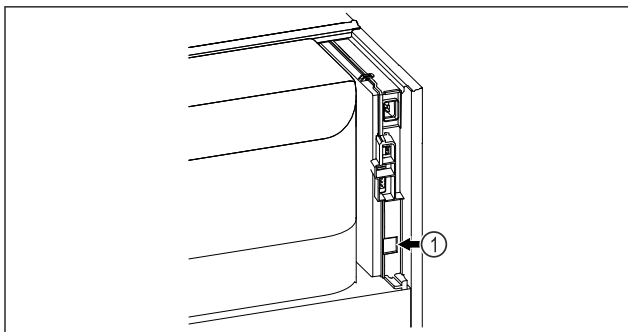

Fig. 109
- SmartModule Fig. 109 (1) on sisse pandud.